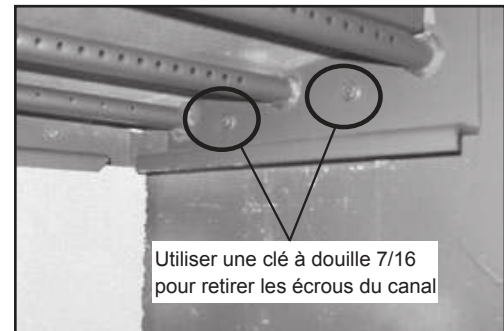

Figure 24.2
3. Enlevez les 2 écrous et boulons du canal se trouvant dans la chambre au moyen d'une clé à douilles de 7/16. **Figure 24.2.**